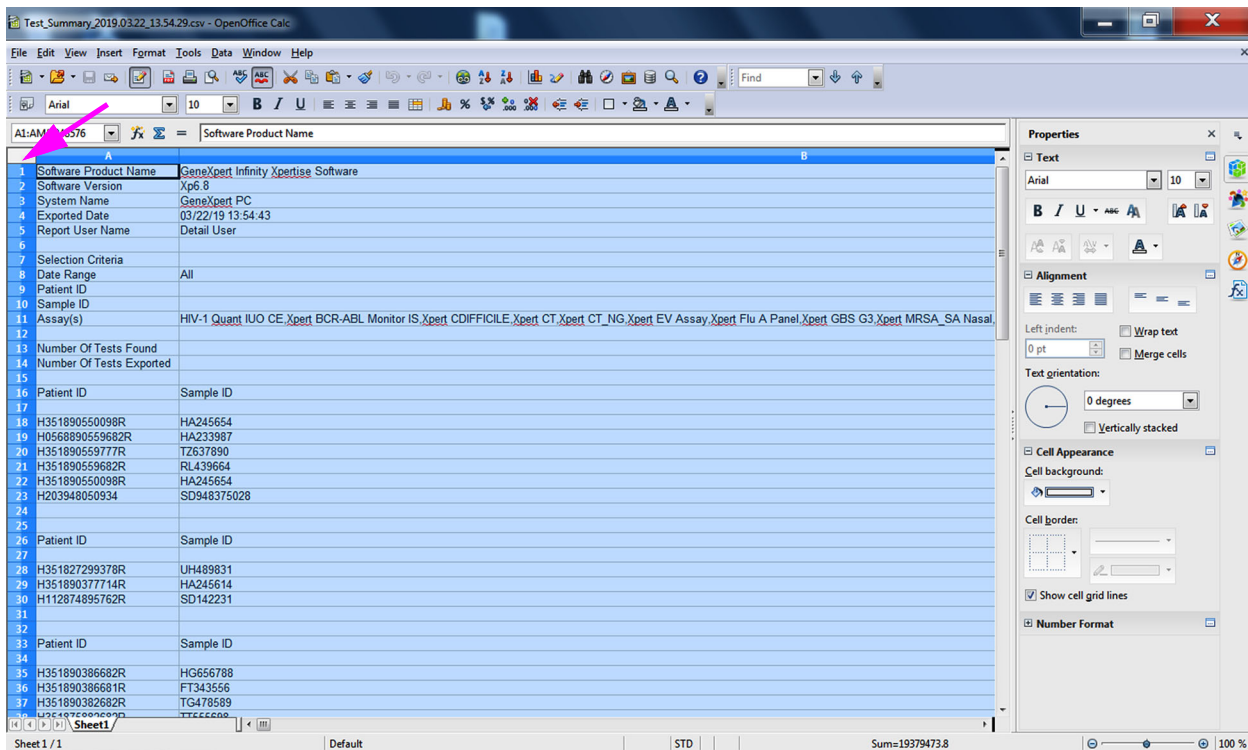

Figura C-6. Todas as células selecionadas
8. Após efetuar as seleções, clique em **OK**. O ficheiro .csv irá ser aberto. Ver Figura C-6.
9. No ficheiro .csv, seleccione todas as células ativas clicando no canto superior esquerdo da visualização do ficheiro, tal como ilustrado na Figura C-6. As células ativas vão ficar azuis.